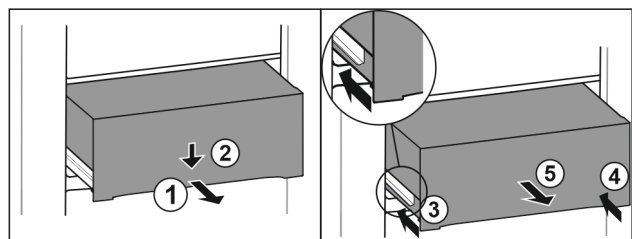

Fig. 139
- ▶ Wyciągnąć szufladę do połowy. Fig. 139 (1)
- ▶ Popchnąć szufladę z przodu w dół. Fig. 139 (2)
- ▶ Wsunąć lewą szynę o ok. 2 cm. Fig. 139 (3)
- ▶ Wsunąć prawą szynę o ok. 2 cm. Fig. 139 (4)
- ▶ Wyjąć szufladę do przodu. Fig. 139 (5)